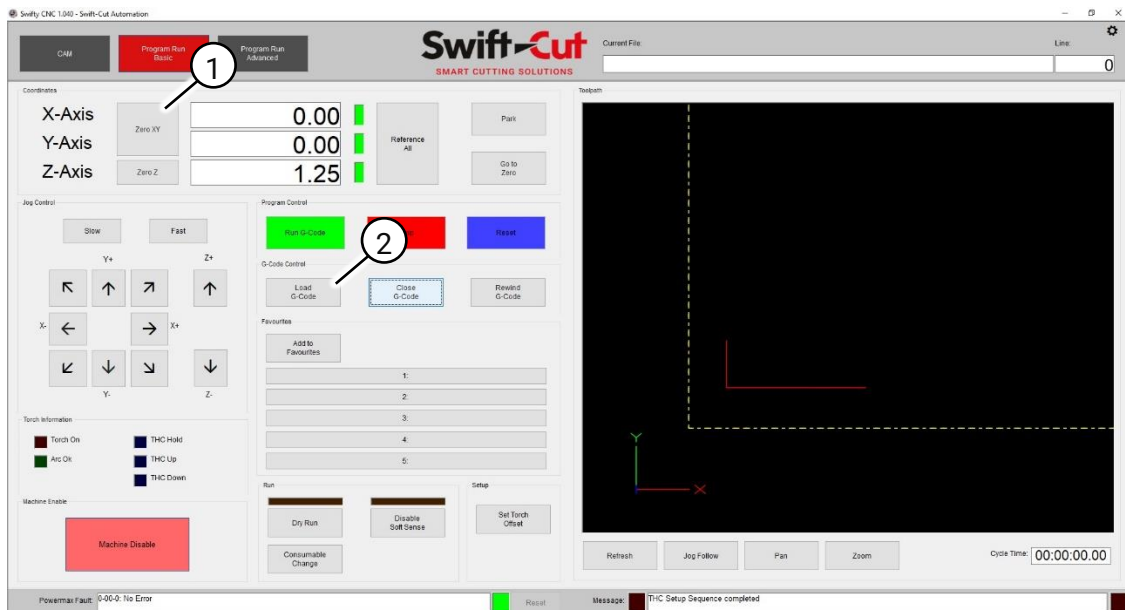

Fig. 66 Knop 'Zero XY'
2. Klik wanneer de kop daar is aangekomen op 'Zero XY' (Fig. 66 (1)). Hierdoor wordt de positie van de snijtoorts langs zowel de X- als de Y-as op nul gezet. Het G-codebestand gebruikt deze waarden om de startpositie van het snijproces te bepalen.
3. Klik op 'Load G-Code' (Fig. 66 (2)).